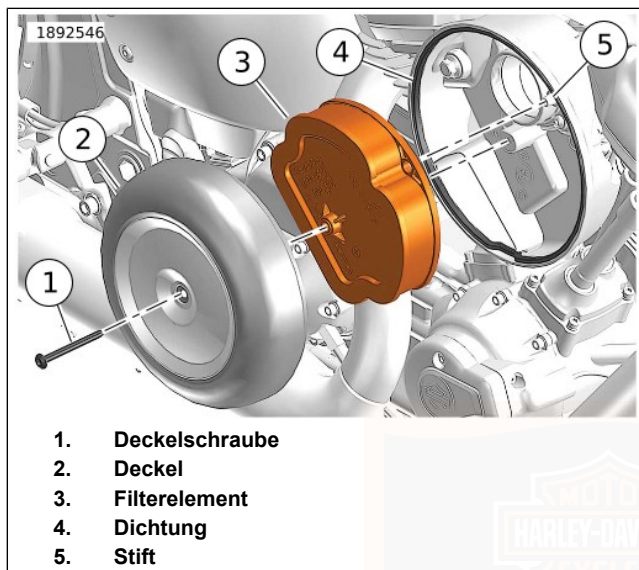

Abbildung 61. Luftfilter: Rundrohr
1. Siehe Abbildung 61. Die Luftfilterabdeckung entfernen.
- a. Die Schraube (1) entfernen.
- b. Den Deckel (2) entfernen.
2. Den Luftfiltereinsatz (3) entfernen.
3. Die Dichtung (4) entfernen. Auf Schäden oder Verschleiß prüfen.
1. Siehe Abbildung 61. Die Dichtungsnut von allen Ölresten und Ablagerungen befreien.
2. Die Dichtung (4) ersetzen, wenn sie beschädigt oder verschlissen ist.
- a. Den Filtereinsatz (3) auf den Stift (5) im Gehäuse ausrichten.
- a. Gewindesicherungsmittel auf das Gewinde der Abdeckungsschraube (1) auftragen.